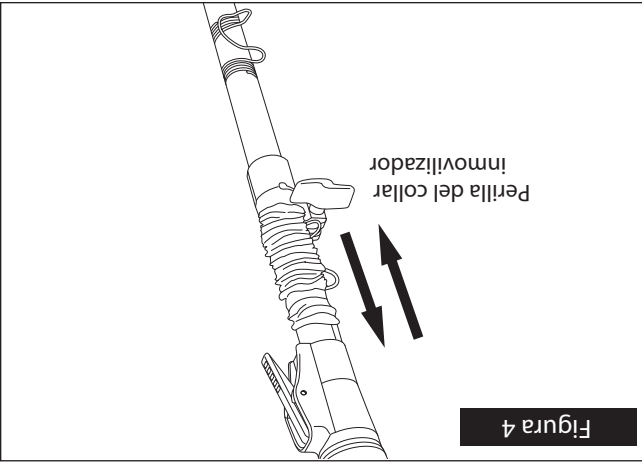

Figura 4
1. Girar la perilla del collar inmovilizador, aproximadamente una vuelta, en sentido antihorario (Figura 4).